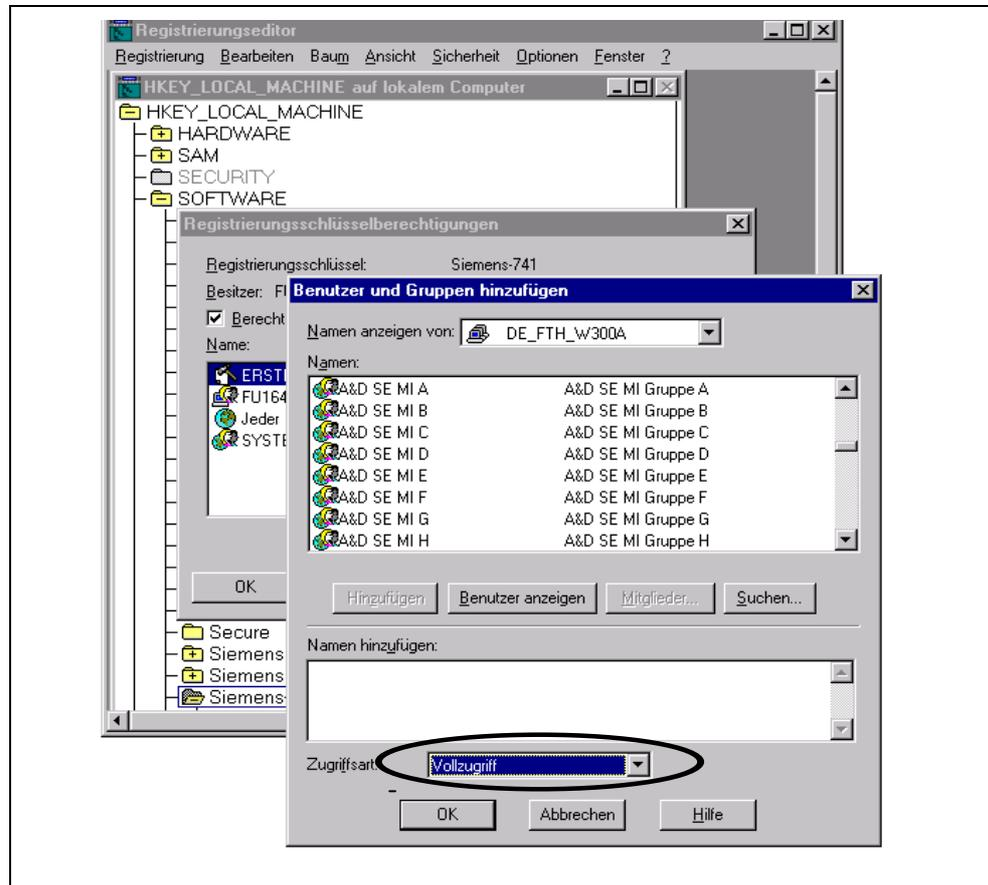

Bild 2-13 Fenster Benutzer und Gruppen hinzufügen
- Die Schaltfläche „Hinzufügen...“ anwählen. Im jetzt erscheinenden Fenster bei „Zugriffsart“ auf „Vollzugriff“ umstellen (siehe Bild 2-13). Anschließend mit OK alle Fenster schließen.